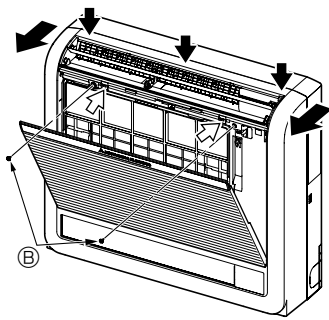

Fig. 3-3
- 1) Πιέστε τα 2 σημεία που υποδεικνύονται από τα βέλη ➡ και ανοίξτε τις μπροστινές γρίλιες. (Fig. 3-3)